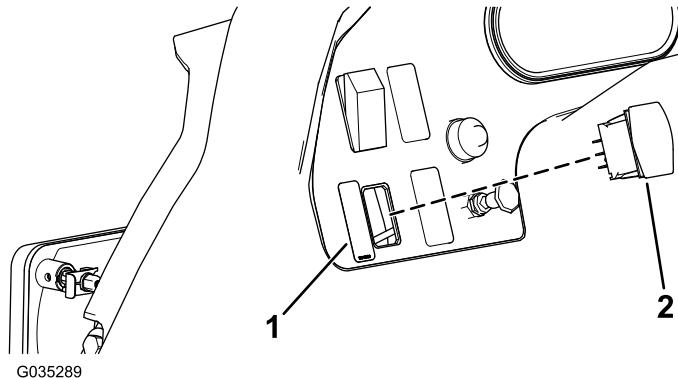

図 8
2. できた開口部にライト用スイッチをはめ込み、スイッチの左側にデカルを貼る図 8。